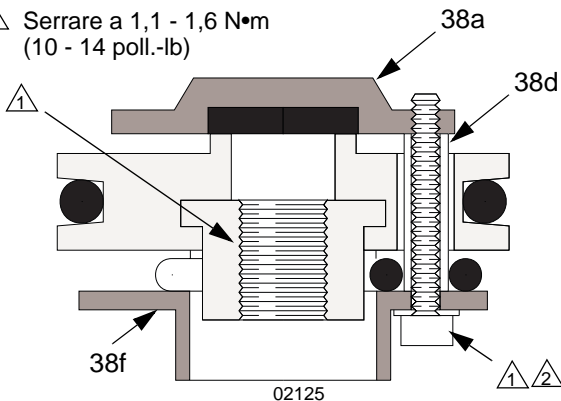

FIG. 12
5. Se uno qualunque dei distanziatori della piastra della valvola (38d) è danneggiato, sostituirli tutti e tre per mantenere un corretto gioco tra le sedi e le piastre delle valvole (18a, 18f). Vedere la FIG. 12.